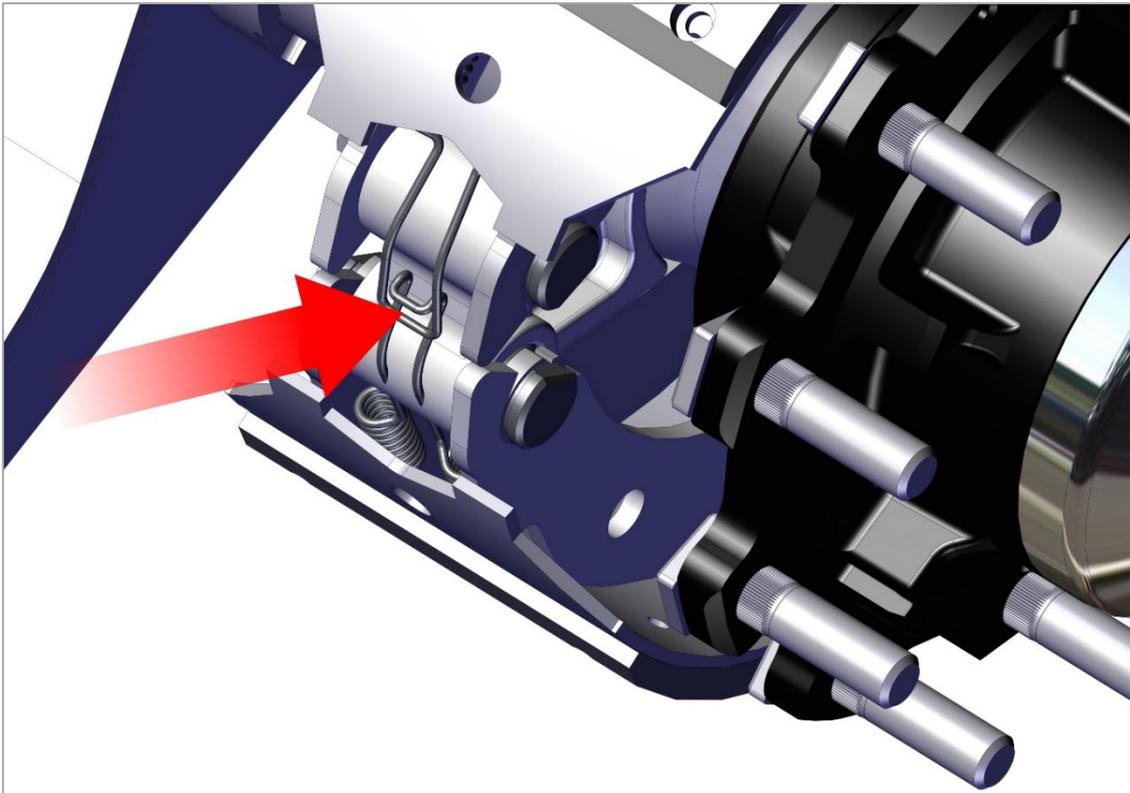

Рис. 49. Зажим пружины
3) Используя отвёртку, освободите зажим пружины из тормозной колодки. Снимите зажим пружины (рис. 49);